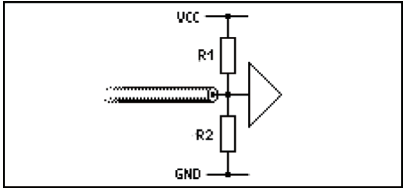

图 7-35 地和电源端并联电阻的终止模式
- **Parallel R's to VCC and GND:** 地和电源端都并联电阻，如图 7-35 所示。此种类型的终止条件，对于 TTL 总线系统是可以接受的。这种方式的最大缺点是：将有一比较大的直流电流通过电阻。为了避免和所定义的数据相违背，这两电阻的电阻值应当小心分配。大多数情况下，可以找到一个折中方案。